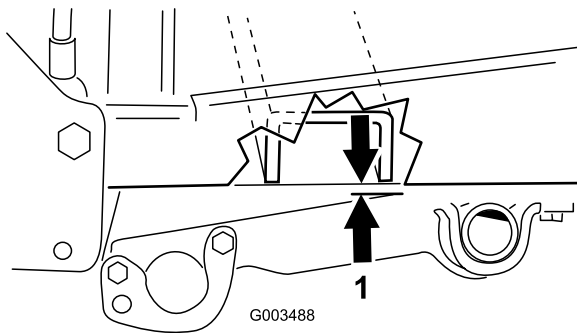

図 18
- B. ボールジョイント (図18) を回してロッドの長さを以下のように変更する：